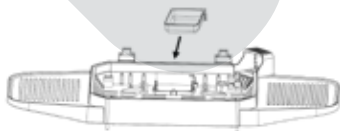

fig. 8
8. Introduzca el recipiente colector de grasa [17] (fig. 8). El recipiente se debe insertar en la carcasa de la parrilla. Para retirar el recipiente colector de grasa, debe presionarlo con cuidado ligeramente hacia abajo y, después, extraerlo.